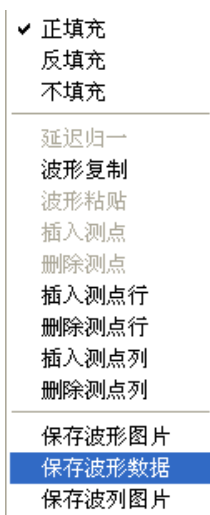

图 5.19 波列操作菜单
B. 波列操作：在波列窗口中，当单击鼠标右键时，可以弹出图 5.19 所示菜单。